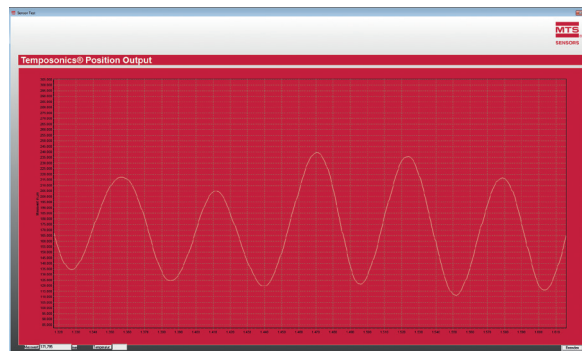

Abb. 58: Grafische Anzeige der Positionswerte über Test Sensor
- 2 Über **Test Sensor** wird die Position des Magneten grafisch dargestellt (Abb. 58).
- 9 Über den **UART Ergebniszähler** legen Sie fest, in welchen Abständen über die Funktion **Test Sensor** Abb. 58 (grafische Darstellung der Positionswerte) ein Positionswert ausgegeben wird. Bsp.: Bei Ergebniszähler 50 wird jede 50. Messung ausgegeben.